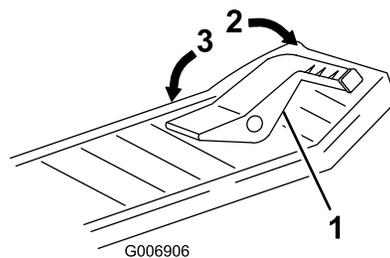

Figura 15
- Premete lentamente con il piede la 'punta' del pedale di controllo della trazione per spostarvi in avanti, ed il 'tacco' del pedale per spostarvi indietro (Figura 15).